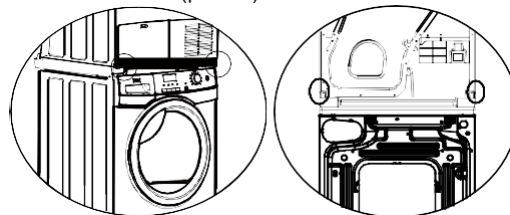

Рис. 3
3. Открутить два винта спереди на передней панели сушильной машины. Установить сушильную машину на направляющие комплекта штабелирования так, чтобы ножки сушильной машины надежно закрепились в отверстиях направляющих комплекта штабелирования. Затем прикрутить два винта к передней панели и закрепить заднюю часть сушильной машины двумя винтами из комплекта поставки (рис. 3).